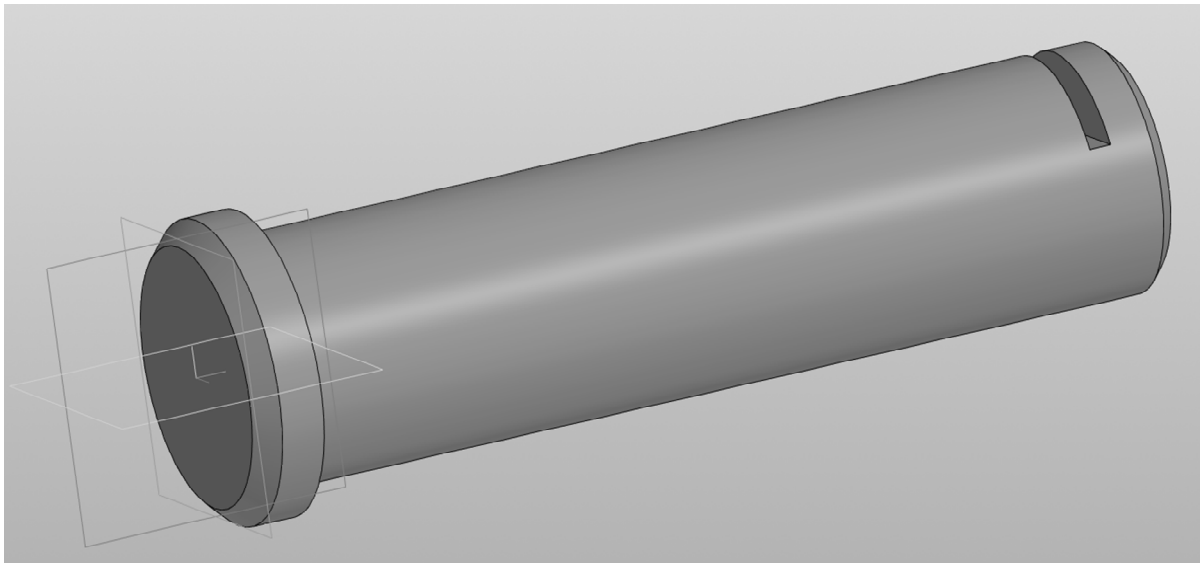

Рис. 1.42. 3D-модель детали Ось
3. После завершения операции на торцевых плоскостях выполните необходимые фаски ($2,5 \times 45^\circ$ и $4 \times 45^\circ$) с помощью команды **Фаска**. Конечный результат представлен на рис. 1.42.